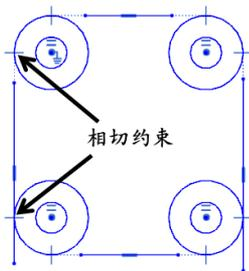

图 3-42 相切约束
(6) 创建相切约束。首先选择左侧的竖直直线，再选择左侧的大圆，然后选择右键快捷菜单中的“相切”约束，使该直线和圆相切。利用同样的方法，使其余的直线分别与其相交的圆相切，得到的图形如图 3-42 所示。